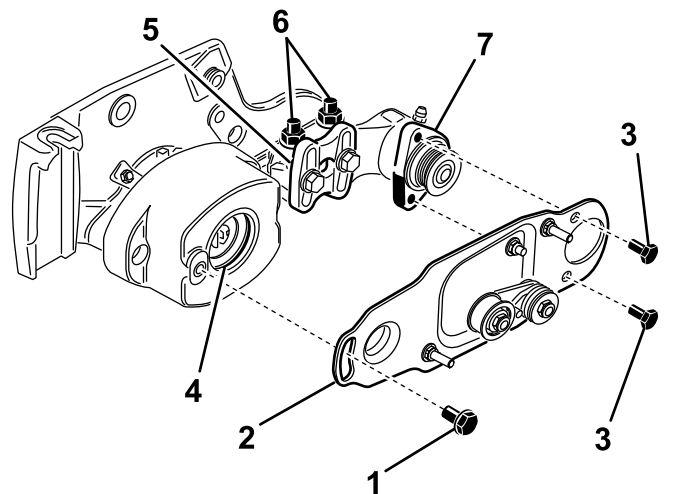

Figure 11
10. Appliquez une couche de graisse dans le diamètre intérieur de la bague du logement de roulement (Figure 11).
11. Desserrez, mais ne retirez pas, les boulons qui fixent le logement de roulement de la brosse de rouleau au support de montage de la brosse de rouleau (Figure 11).
12. Montez la plaque de pivotement de la brosse de rouleau (Figure 11). Assurez-vous que la douille du logement de roulement reste bien en place dans le carter lorsque vous insérez la protubérance de la plaque de pivotement à l'intérieur.
13. Appliquez du Loctite 242 (bleu) sur les 2 boulons (5/16" x 5/8") et utilisez ceux-ci pour fixer la plaque de brosse au logement de roulement de la brosse de rouleau (Figure 11). Serrez les boulons à un couple de 20 à 25 N·m.
- Desserrez les 2 contre-écrous à embase qui fixent le support de montage de la brosse de rouleau à la plaque latérale de l'unité de coupe (Figure 11).
de la brosse soit parallèle à la plaque latérale de l'unité de coupe (Figure 11).
- Serrez les 2 contre-écrous à embase qui fixent le support de montage de la brosse de rouleau à la plaque latérale de l'unité de coupe (Figure 11).
18. Appliquez du Loctite 242 (bleu) sur le boulon à épaulement (Figure 11). Fixez la plaque de brosse au carter de brosse avec le boulon à épaulement (Figure 11). Serrez le boulon à un couple de 20 à 25 N·m.